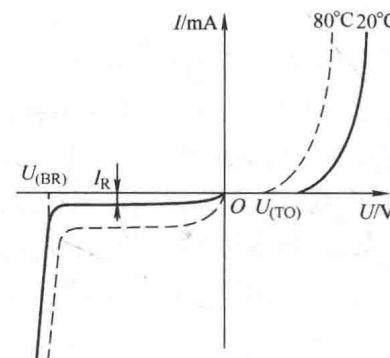

图 1-17 二极管的温度特性
(2) 二极管的温度特性 二极管是对温度非常敏感的器件。实验表明，随温度升高，二极管的正向压降会减小，正向伏安特性左移，即二极管的正向压降具有负的温度系数（约为 $-2\text{mV}/^\circ\text{C}$ ）；温度升高，反向饱和电流会增大，反向伏安特性下移，温度每升高 10°C ，反向电流大约增加一倍。图 1-17 所示为温度对二极管伏安特性的影响。